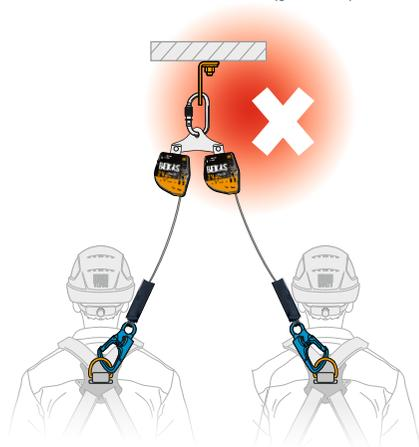

Рис. 7 Недопустимое присоединение СЗВТ ВЕКАС к двум пользователям одновременно.
- присоединять к двухплечевому СЗВТ более одного пользователя (рис. 7).